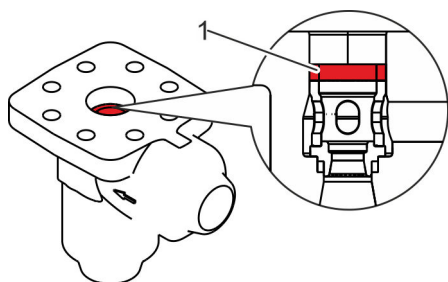

Abb. 32: Deckeldichtung einlegen
- 29.** Neue Deckeldichtung (Abb. 32/1) in das Gehäuse einlegen.